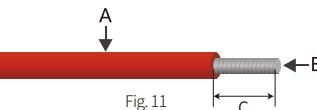

Fig. 11
- Utilizzare cavi stagnati con sezione del conduttore da 4 a 6 mm² (AWG 10) poiché la corrente massima della batteria è 25 A. I requisiti per il cablaggio della batteria sono riportati nella (Fig. 11).